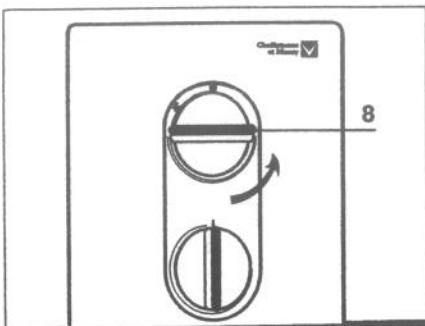

Fig. 5
- allumer la veilleuse et placer le bouton "8" (fig. 5) sur la position plein gaz « 1 »,